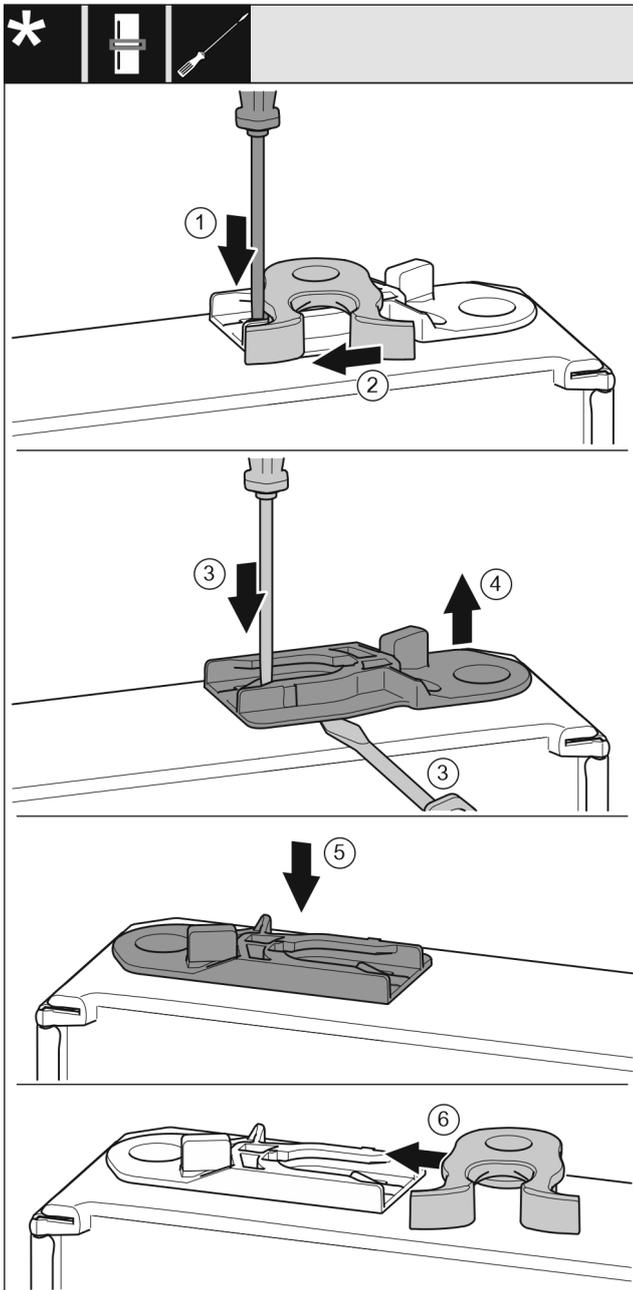

Fig. 28
- ▶ Lasche mit Schlitzschraubendreher nach unten drücken. Fig. 28 (1)
- ▶ Schließhaken aus Führung ziehen. Fig. 28 (2)
- ▶ Führungsbuchse herausziehen: Lasche mit Schlitzschraubendreher drücken und gleichzeitig mit Schlitzschraubendreher unter Führungsbuchse fahren. Fig. 28 (3, 4)
- ▶ Im Lieferumfang beiliegende Führungsbuchse auf anderer Gehäusesseite einschieben. Fig. 28 (5)
- ▶ Schließhaken in Führung schieben. Fig. 28 (6)